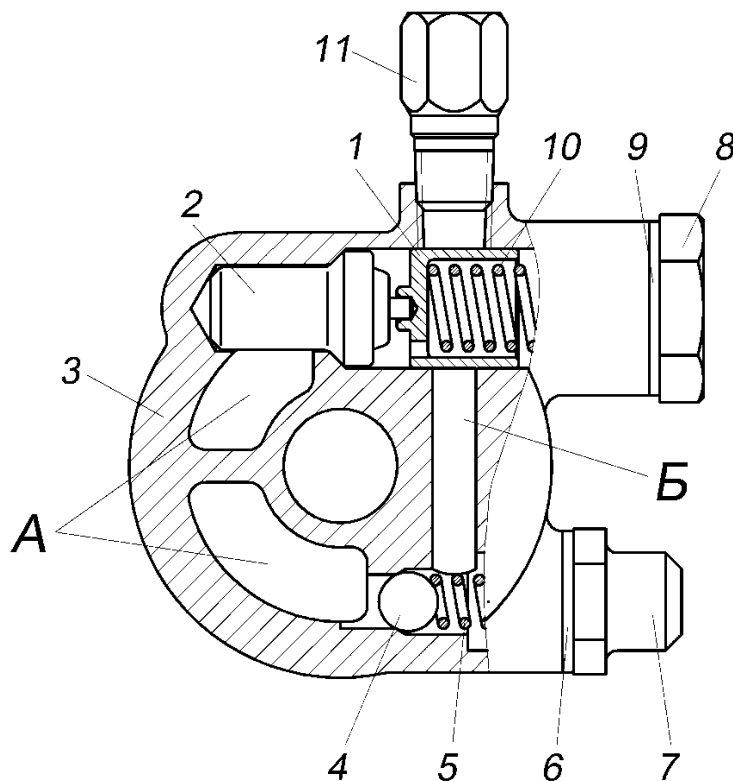

Рис.32. Термоклапан:
**Термоклапан** (рис.32) – предназначен для автоматического регулирования подачи масла в масляный радиатор в зависимости от температуры масла и его давления. На двигателе термоклапан установлен между блоком цилиндров и масляным фильтром.